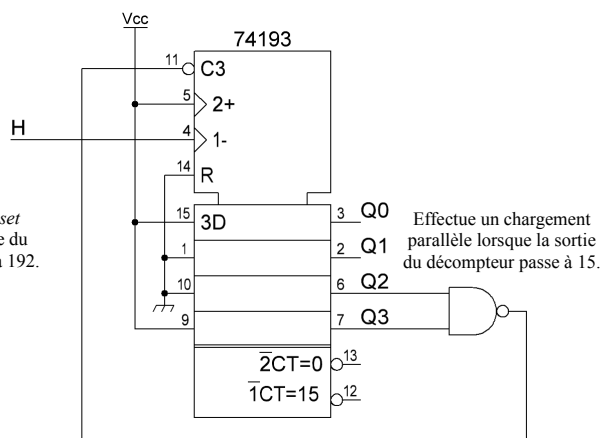

Figure 2
- Le montage de la figure 2 possède 4 sorties : de **Q0** à **Q3** (**Q0** étant le bit de poids faible).